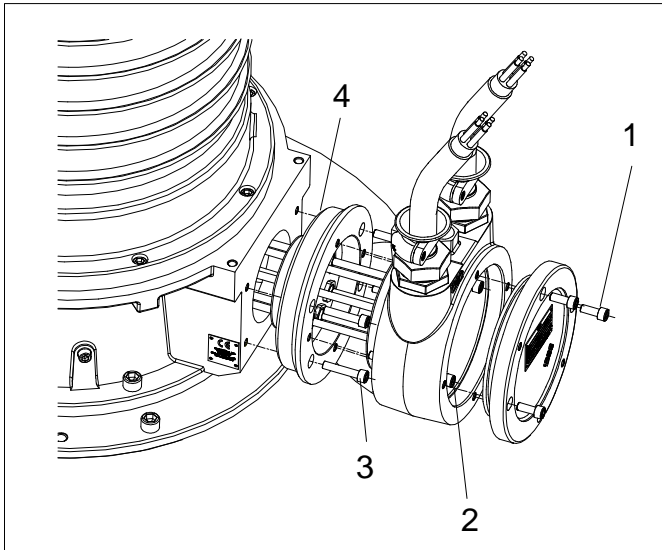

Fig. 7.14
Plaats de pomp vertikaal en verwijder de 4 inbusbouten (1) van de kabeldeksel en kabelinvoerkast (2) (Fig.7.14). Verwijder nu de 4 inbusbouten (3) van de kabeldoorvoerflens.